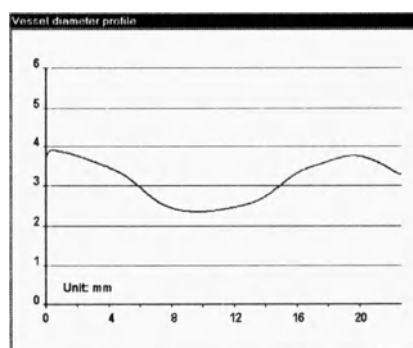

Рисунок 189
- создается и отображается график **Профиль диаметра сосуда**, где указывается диаметр сосуда (см. рисунок 189).